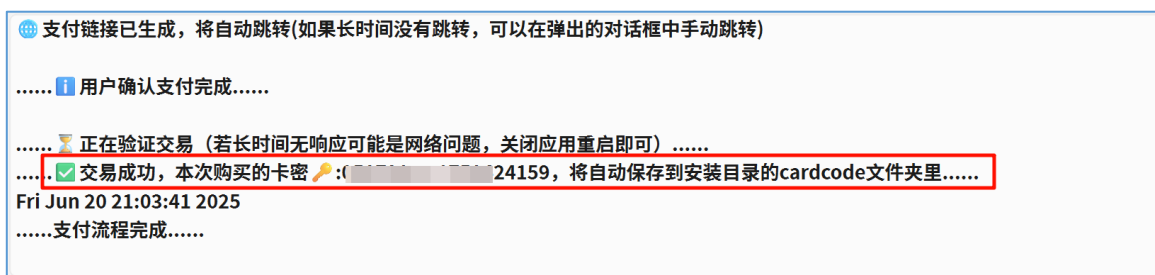

图 3-7 消息面板获得卡密
- b) ****消息面板****。您完成了“支付确认”对话框后，并验证您成功支付后，我们会将您购买的卡密发送到消息面板（如图 3-7 所示）；